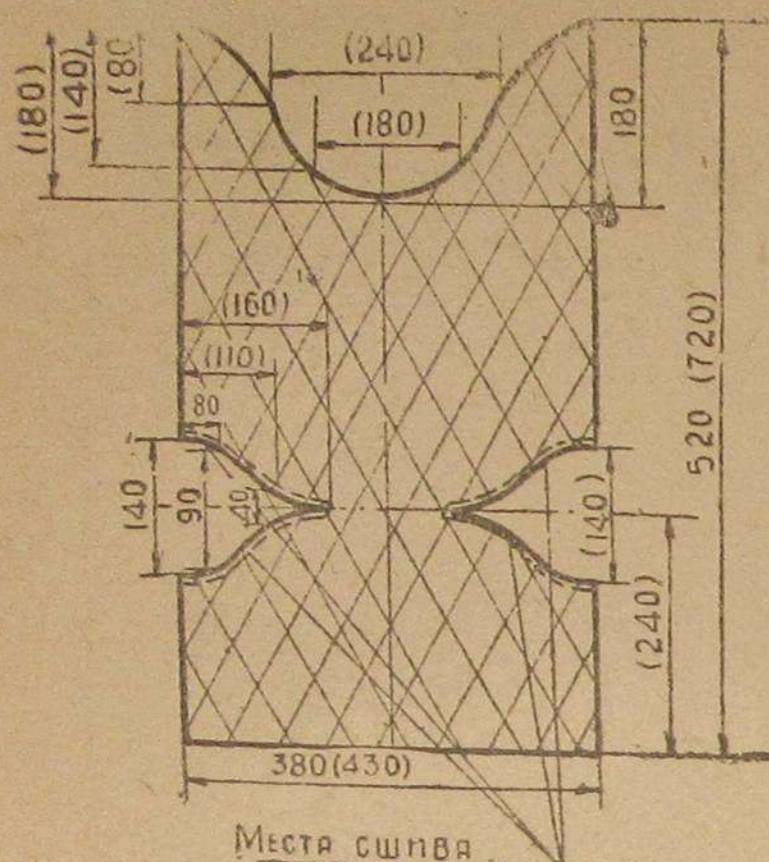

Рис. 16.
4. Чехол на патрубок от 3-го грубого к вертикальному очистителю (рис. 16).